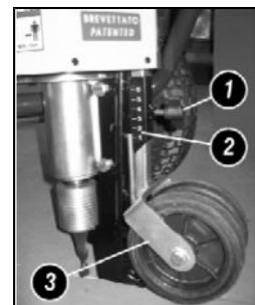

Fig.11
För att reglera djupet måste man vrida på knoppen som sitter monterad på fenans bakre del (fig.11 nr.1). Lossa knoppen med ett varv moturs, höj eller sänk fästet för de båda bakre hjulen (fig.11 nr.3) med den graderade skalan (fig.11 nr.2) intill fästet som referens för djupet och när djupet är inställt dra åt knoppen (fig.11 nr.1) helt medurs. Siffrorna på skalan motsvarar centimetrar och går från 1 till 6.
- Kontrollera att handtaget (fig.11 nr.1) är löst.